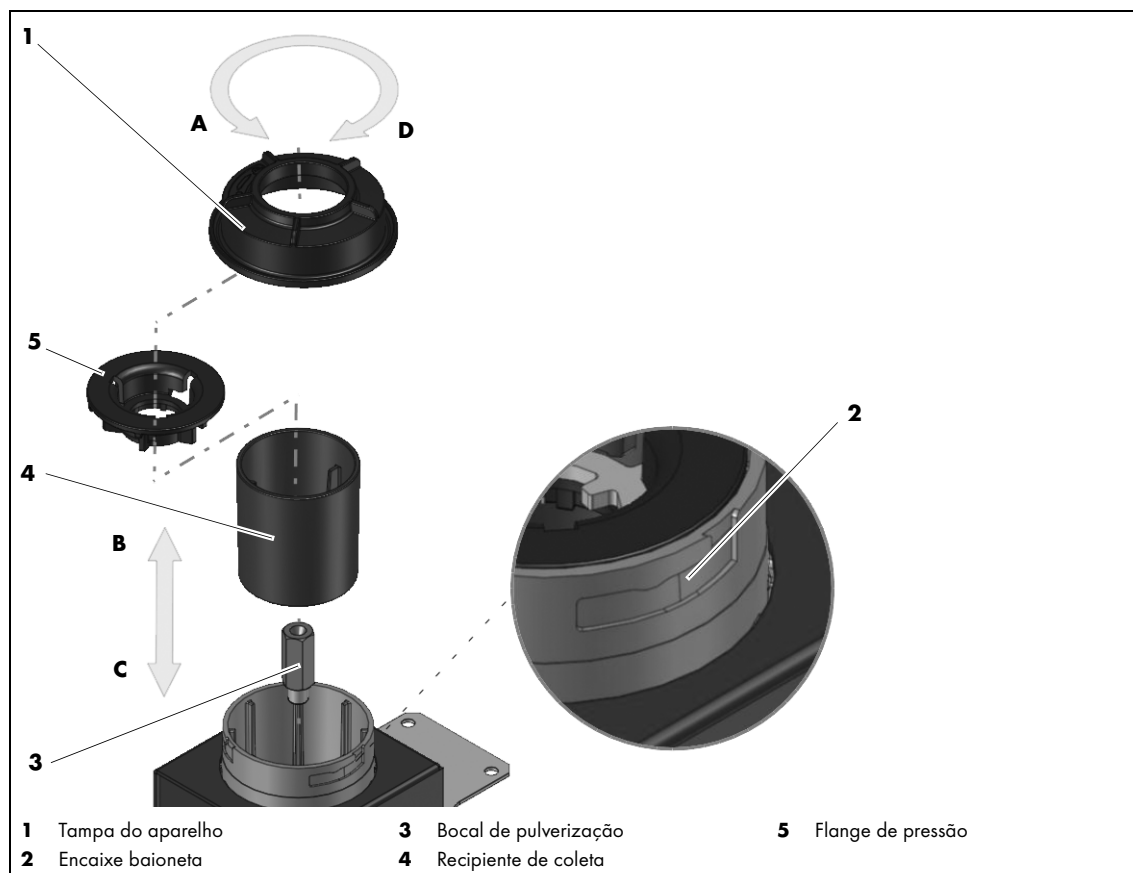

Fig. 10 Manutenção e limpeza
⇒ Fig. 10 Manutenção e limpeza na página PT-15
Soltar a tampa do aparelho	Verificar a correta fixação da tampa do aparelho (1), se necessário, fixar ⇒ Fig. 10 Manutenção e limpeza na página PT-15